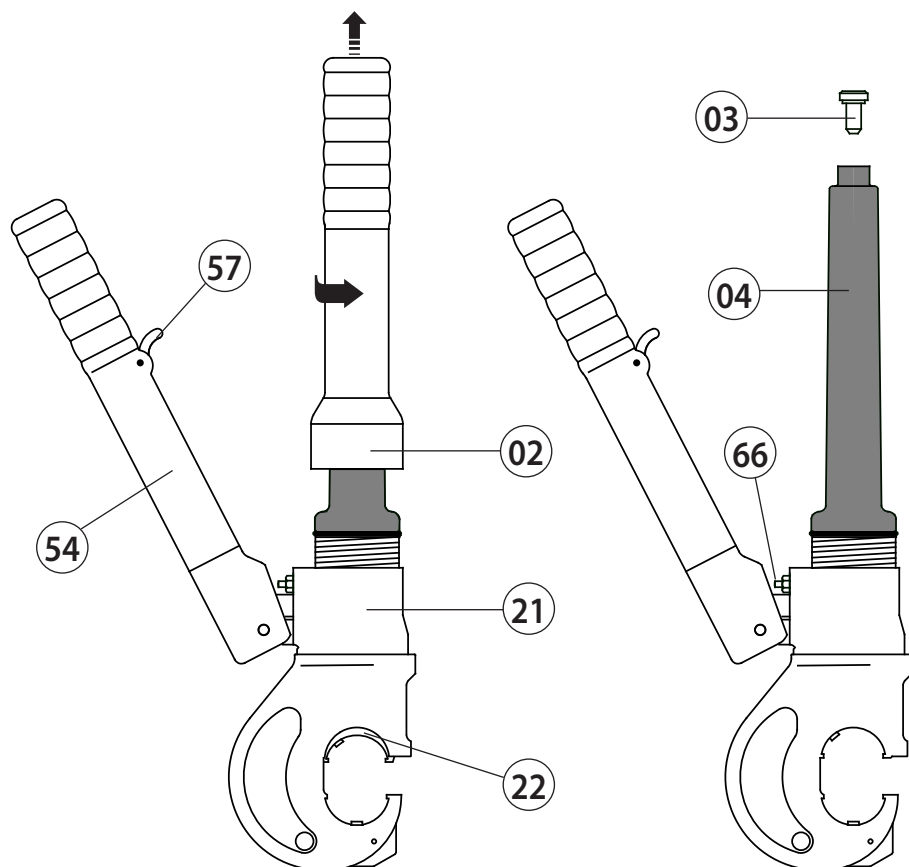

FIG. 4 TOOL POSITION FOR MAINTENANCE OPERATIONS
5. MANUTENZIONE (Rif. a Fig. 4 e 6)
- a** – Capovolgere l'utensile e bloccarlo in una morsa in posizione verticale (ved. Fig. 4) con il manico mobile (54) divaricato.
- b** – Svitare dal corpo (21) il manico fisso (02) e toglierlo mettendo in vista il serbatoio in gomma (04) dell'olio.
- c** – Estrarre il tappo (03) del serbatoio dell'olio.
- d** – Azionare tre o quattro volte il manico mobile, facendo avanzare il pistone (22).
- e** – Rilasciare la pressione dell'olio comprimendo, con un cacciavite od altro attrezzo simile, il pistoncino di sblocco pressione (66) fino a che il pistone non sia arretrato completamente ed in modo che l'olio sia ritornato tutto nel serbatoio.